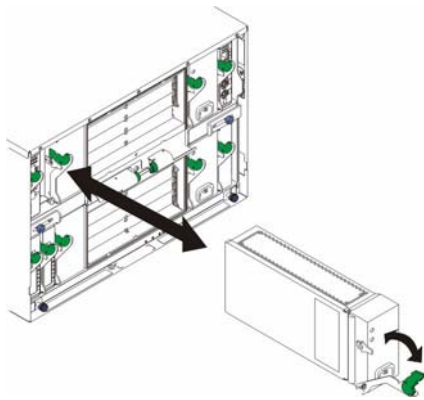

Figure 5. Taquet de déverrouillage du module de commutation Fibre Channel
5. Tirez le levier de dégagement vers le bas du module de commutation, comme illustré à la Figure 5. Le module sort d'environ 0,64 cm de la baie.